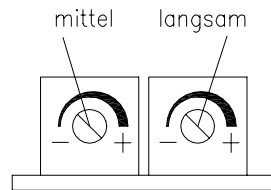

Bild 3: Position interne Sicherung und Brücken
Nach Beenden des Feuchtebetriebes wird die Nachlauf Trocknung zur Verhinderung von Schimmelpilzbildung zwangsweise aktiviert. Dazu wird der Ventilator automatisch in Stellung „schnell“ geschaltet und die Kabine bis zum Erreichen der mit Poti P3 (siehe Bild 3) eingestellten Temperatur von 60...80°C aufgeheizt. Es leuchten beide grünen Lampen sowie die rote Lampe für die Heizung. Der Ventilator läuft nach Deaktivierung des Ofens noch 15 Min. nach. Die Trocknungszeit ist zur Sicherheit bei Nichterreichen der eingestellten Nachlauftemperatur auf max. 3,5 Stunden begrenzt. Dies kann zum Beispiel durch eine offenstehende Kabinentür der Fall sein. Der Nachlauf kann unterbrochen werden, indem Heizung, Feuchte und Ventilator ausgeschaltet werden und der Taster der Vorwahluhr einmalig betätigt wird. Der Trocknungsnachlauf wird nicht aktiv, wenn nach Feuchtebetrieb noch Trockenbetrieb gefahren wird.
Ist der Saunaofen mit einem Wassermangelkontakt ausgestattet, kann dieser mit dem Wassermangelkontakt der Steuerung verbunden werden. Mit der Brücke JP2 (Bild 3) wird das Verhalten des Wassermangelkontaktes, Öffner oder Schließer, an den Saunaofen angepasst.
Der Ventilator kann unabhängig von allen anderen Funktionen, außer Nachlauftrocknung, in 3 Drehzahlstufen „schnell“ (3), „mittel“ (2) oder „langsam“ (1) ein- und ausgeschaltet werden. Die Stufen „mittel“ und „langsam“ können mit den Poti's eingestellt werden, die sich unter dem Bedienteilträger befinden, (vgl. hierzu Bild 3 und 4). Die Ventilatorzahlen sind so zu wählen, dass ein sicherer
Die Heizzeitbegrenzung erfolgt aus Sicherheitsgründen. Die Heizzeit beginnt mit dem Einschalten des Heizungsschalters bzw. mit der selbsttätigen Einschaltung nach Ablauf der Vorwahlzeit. Nach Ablauf der Heizzeit wird die Heizung abgeschaltet und kann nur durch AUS- und Wiedereinschalten des Heizungsschalters reaktiviert werden. Für Gemeinschaftsanlagen darf mit der internen Brücke JP1 die werkseitig eingestellte Heizzeit von 6 h auf 12 h erhöht werden (vgl. Bild 3). In öffentlichen Saunaanlagen darf die Brücke JP1 auf die Stellung „ohne“ gesteckt werden. Die Stellung „ohne“ hebt die Heizzeitbegrenzung auf, sie erfordert eine regelmäßige Kontrolle. Die Nutzung der Einstellung „ohne“ erfolgt in Eigenverantwortung des Anlagenbetreibers.
Die Sicherung für Licht und Ventilator ist zugleich die Vorsicherung der Elektronik. Fällt die Elektronik aus, sind alle Funktionen außer Betrieb. Die Sicherung befindet sich auf der linken Seite der Elektronikplatine (siehe Bild 3) und ist nach Abnehmen der Kappe von oben zugänglich (Wert und Bauform vgl. Punkt 10. „Technische Daten“).